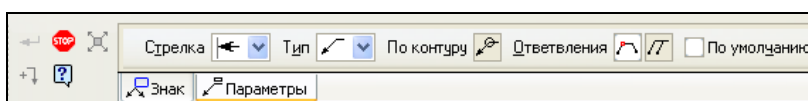

Рис. 2.37. Панель свойств при создании линии-выноски на вкладке **Параметры**
- ◆ откройте вкладку **Параметры** (рис. 2.37). Задайте параметры с помощью элементов управления: **Стрелка**, **Тип**, **По контуру**, **Ответвления**. Задание этих параметров аналогично заданию параметров как для обычной линии-выноски;